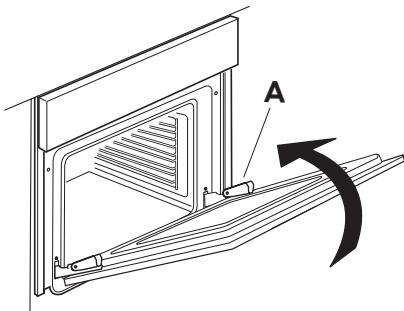

Fig. 2
3. Sluit de deur tot de blokering (A), til hem op (B) en draai hem (C) tot de deur loshaakt (D) (Fig. 2, 3, 4).